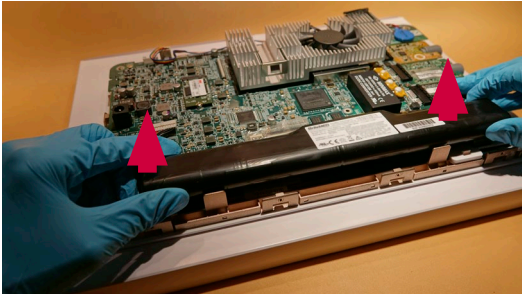

Figure 14 - Retrait de la batterie
a) Retirer la batterie de la carte mère de l'écran (Figure 14)